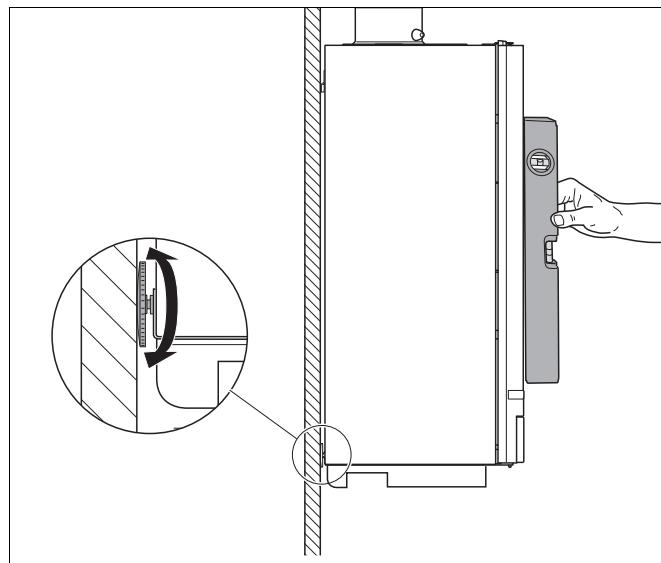

Рис. 9 Выравнивание отопительного котла с помощью установочного винта
- Выровнять отопительный котел с помощью установочного винта и уровня (рис. 9).